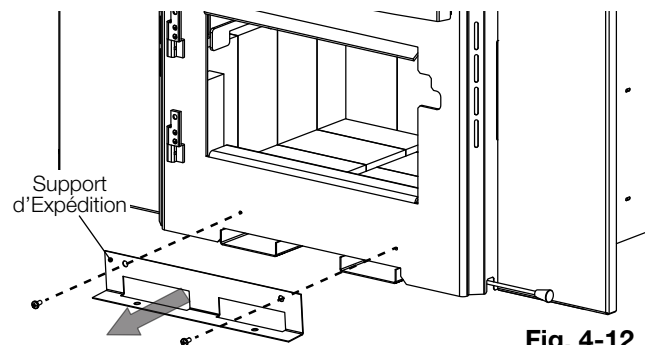

Fig. 4-12
- Retirez le support d'expédition en retirant les deux vis (**Fig. 4-12**). Jetez le support et mettez de côté les vis.